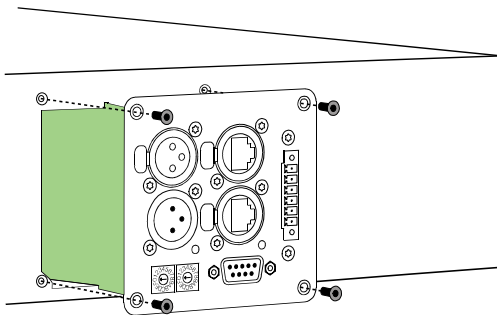

Abbildung 1.1: Einbau des RCM-26 in eine Endstufe
3. RCM-26-Modul in Slot einschieben und mit 4 Schrauben an Rückwand befestigen (siehe Abbildung 1.1)